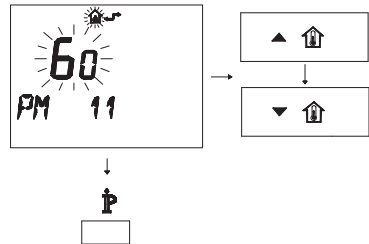

Рисунок 5.93
- Измените заданное значение при помощи кнопок или и подождите, пока заданная цифра не начнет мигать (Рисунок 5.93). Каждое изменение в сторону увеличения или уменьшения соответствует 1 секунде.